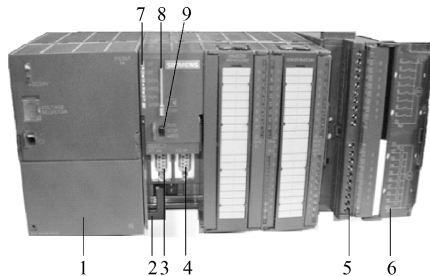
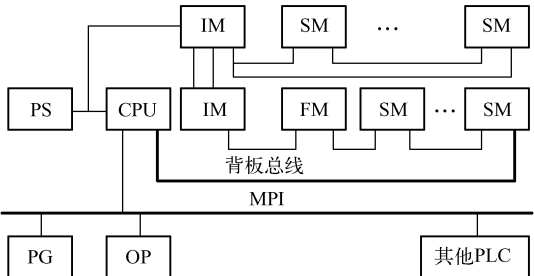

图 2-1 S7-300 PLC 实物图
图 2-2 S7-300 PLC 系统构成图
S7 - 300 系列 PLC 是模块化结构设计的 PLC, 各个单独模块之间可进行广泛组合和扩展。它的主要组成部分有电源模块 (PS)、中央处理器模块 (CPU)、导轨 (RACK)、接口模块 (IM)、信号模块 (SM) 和功能模块 (FM) 等。S7 - 300 可以通过 MPI 接口直接与编程器 (PG)、操作面板 (OP) 和其他 S7 系列 PLC 相连。其实物如图 2-1 所示, 系统构成如图 2-2 所示。
① 电源模块 (PS)。电源模块用于向 CPU 及其扩展模块提供 DC + 24 V 电源。电源模块与 CPU 之间用电缆 (连接器) 连接, 而不是用背板供电, 因此有的设计者为了省钱用普通开关电源取代西门子的电源模块, 但这样做是不被西门子公司推荐的。目前电源模块有 2 A、5 A 和 10 A 等规格, 可根据实际选用。
② 中央处理器模块 (CPU)。S7 - 300 的 CPU 模块主要包括 CPU312、CPU312C、CPU313C、CPU313C - PiP 及 CPU314 - 2DP 等型号, 有的型号还有不同的版本号 (如 CPU314 - 2DP 目前有 2.0 版和 2.6 版), 每种 CPU 有其不同的性能。CPU 型号中的 “C” 表